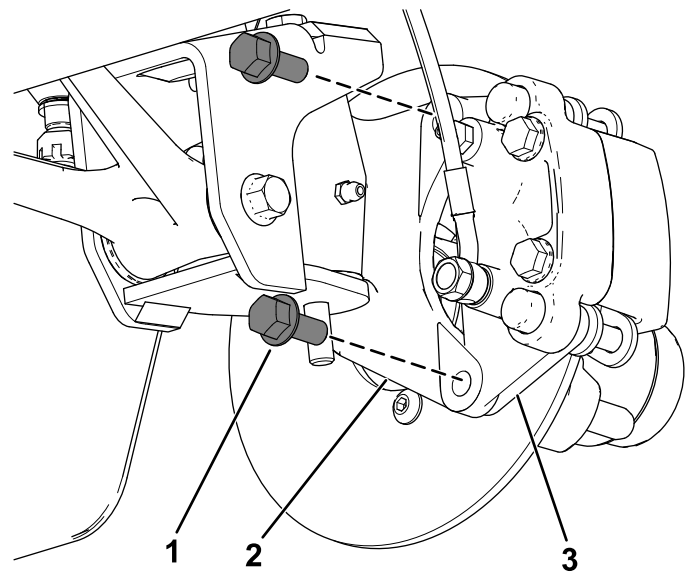
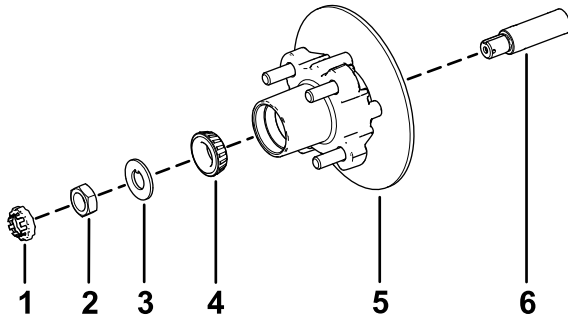

Figure 38
Figure 42
3. Retirez les boulons à embase ($\frac{3}{8} \times \frac{3}{4}$ po) qui fixent le support du frein à la fusée et séparez le frein de la fusée (Figure 38).
1. Appliquez une fine couche de la graisse spécifiée sur la fusée (Figure 42).
2. Montez le moyeu et le disque sur la fusée, en plaçant le disque à l'intérieur (Figure 42).
3. Montez le roulement extérieur sur la fusée et poussez-le contre la bague extérieure (Figure 42).
4. Placez la rondelle à languette sur la fusée (Figure 42).
5. Vissez l'écrou de fusée sur la fusée et serrez-le à 15 N·m (11 pi-lb) tout en tournant le moyeu pour asseoir le roulement (Figure 42).
2. Placez les plaquettes de frein de chaque côté du disque (Figure 38), puis alignez les trous du support d'étrier et les trous du support de frein sur le porte-fusée (Figure 42).
3. Fixez le support d'étrier au porte-fusée (Figure 38) à l'aide des 2 boulons à embase ($\frac{3}{8} \times \frac{3}{4}$ po). Serrez les 2 boulons à embase à un couple de 47 à 54 N·m (35 à 40 pi-lb).